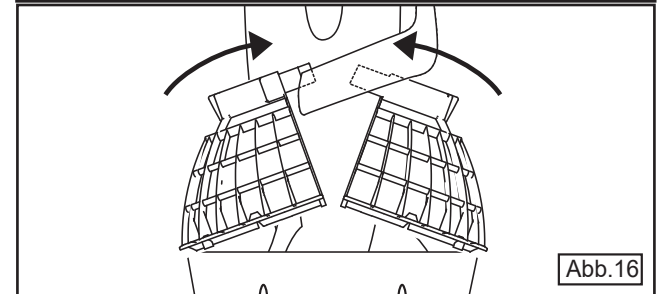

Abb.16
4. Lösen Sie das Gitter, wie in Abbildung 16 dargestellt. (siehe Seite 25)